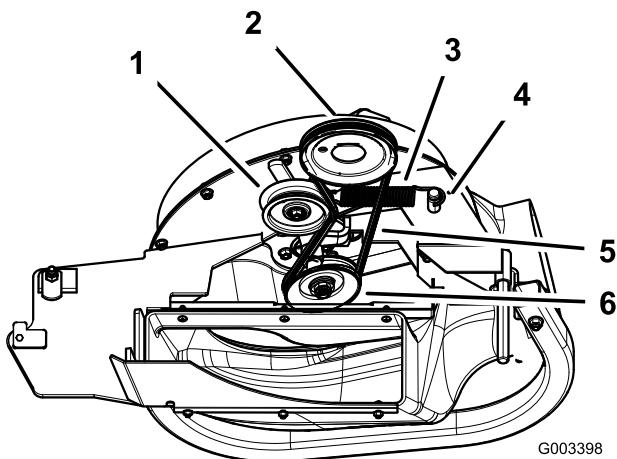

図 39
3. スプリング付きのアイドラプーリを引っ張つてベルトのテンションを弱める図 39。
5. 新しいベルトをプロアプーリとデッキプーリに掛け回す図 39。
7. スプリング付きのアイドラプーリを引っ張ってベルトのテンションを弱め、ベルトをスプリング付きアイドラプーリに掛ける図 39。.